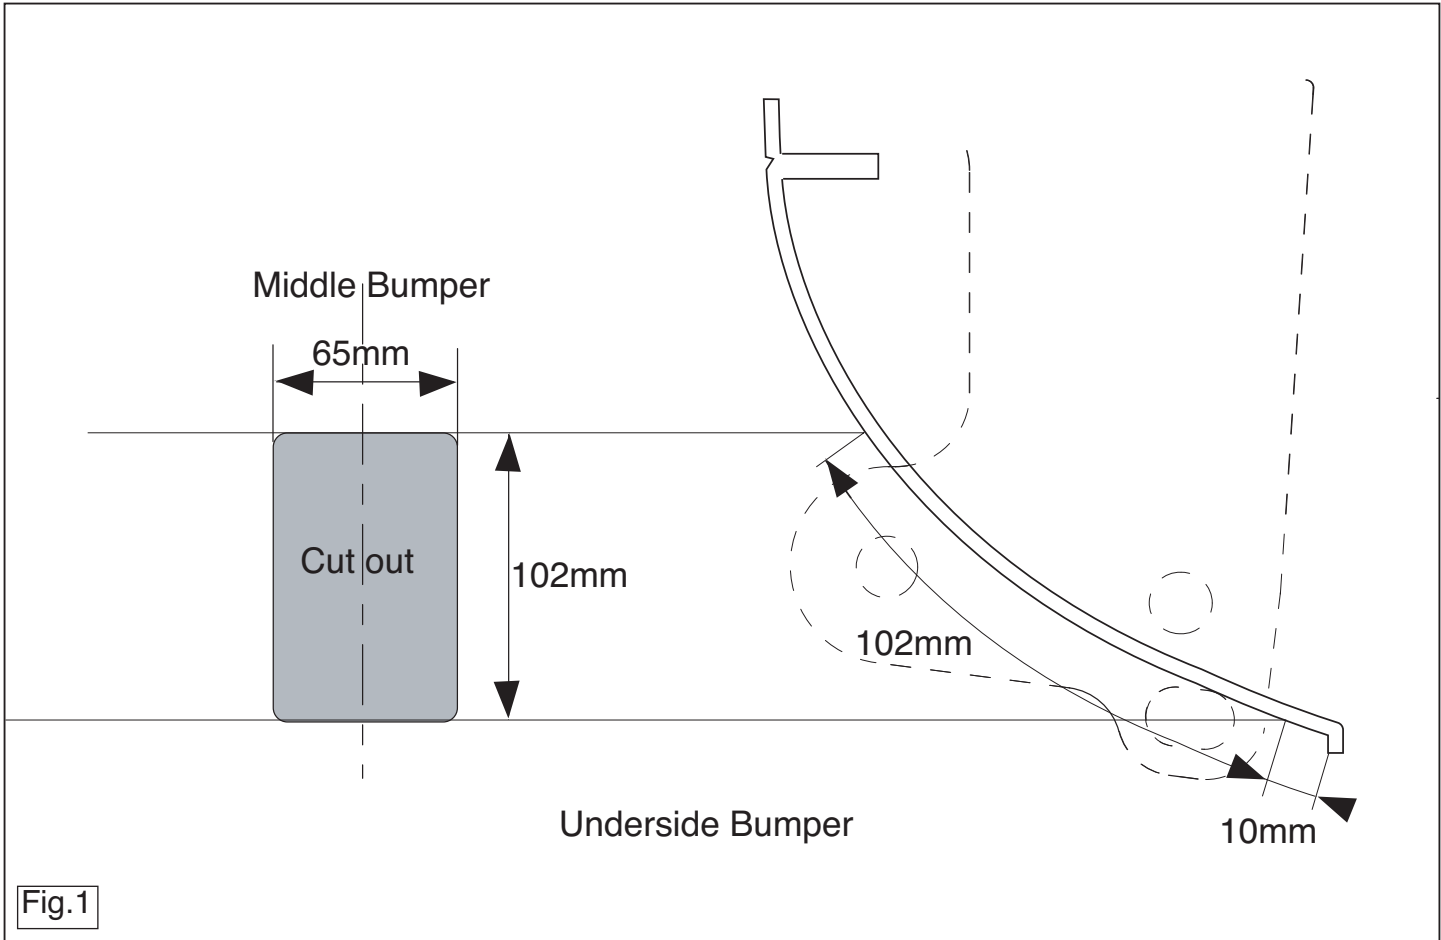

Fig.1
8. Выпилить часть из бампера в середине снизу, как указано на рис. 1.